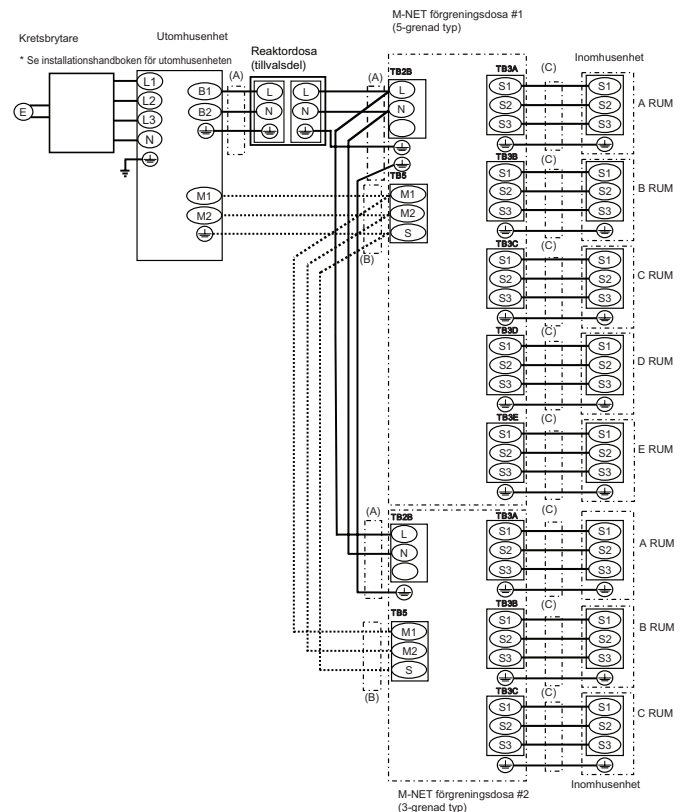
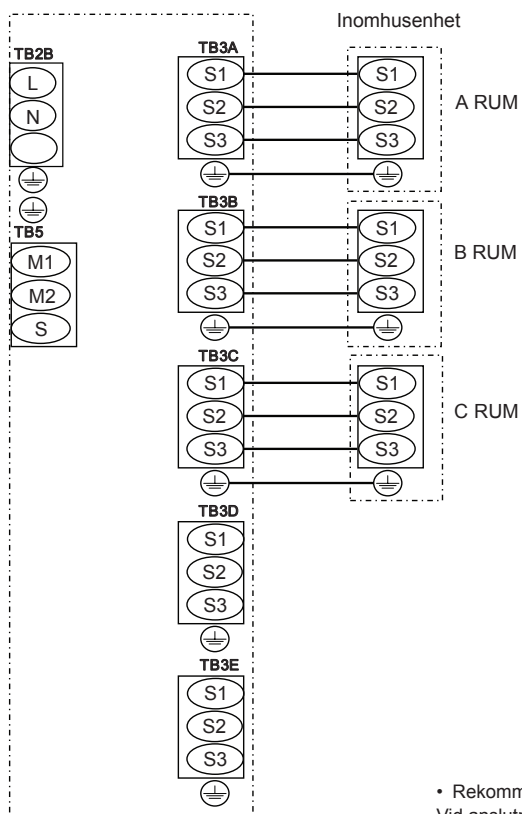

Fig. 8-8
Fig. 8-9
3. Anslut respektive kabel ordentligt till korrekt kopplingsplint. (Fig. 8-8)
## 8.2. Externt kopplingsförfarande (Fig. 8-8, Fig 8-9)